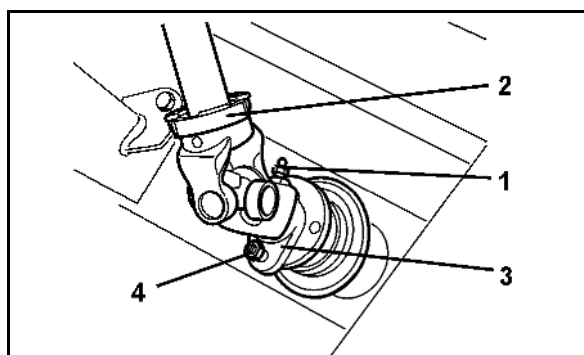

Fig. 59
9. Skub det halve beskyttelsesrør på (Fig. 59/1).
10. Drej beskyttelsestragten (Fig. 59/2) i spærreposition.
11. Skru låseskruen i (Fig. 59/3).